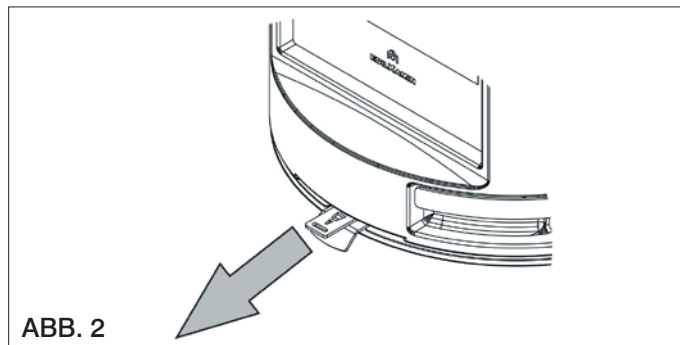

ABB. 2
**- Zwischenposition (Bild 2)**